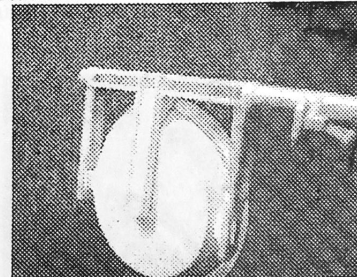

Figure 6
15. Placez la nouvelle porte à glaçons dans la nouvelle gâche (Voir la Figure 6).